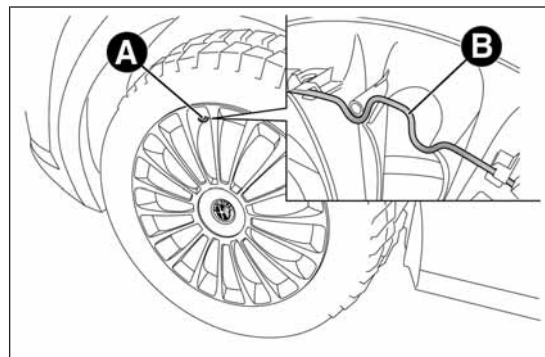

РИС. 117
- **исполнения со стальными дисками:** вставьте отвертку в прорезь А РИС. 117, чтобы сработала пружина В крепления колпака ступицы колеса;